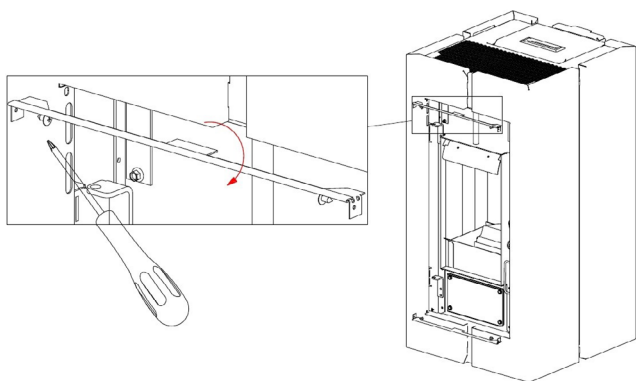

Fig. 49 - Entfernen der Profile
- Die 4 Schrauben heraus-schrauben und die schwarzen Profilleisten über und unter der Tür entfernen (siehe **Fig. 49 a pag. 26**).